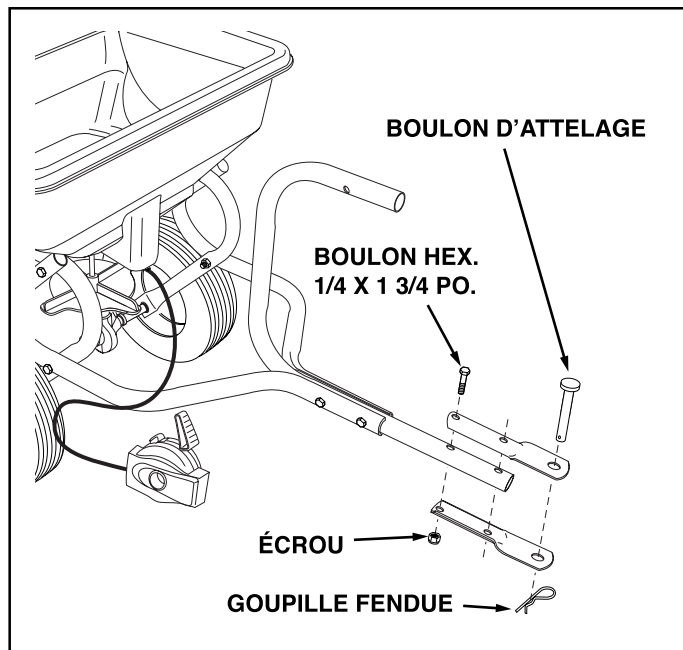

FIGURE 3
4. Montez les supports de fixation de l'attelage sur le tube de commande de l'attelage en utilisant deux boulons hexagonaux de 1/4 x 1 3/4 et deux écrous. Serrez. Voir la Figure 3.
5. Montez le boulon d'attelage dans les supports de fixation et fixez-la avec la goupille fendue de 1/8 po. Voir la Figure 3.